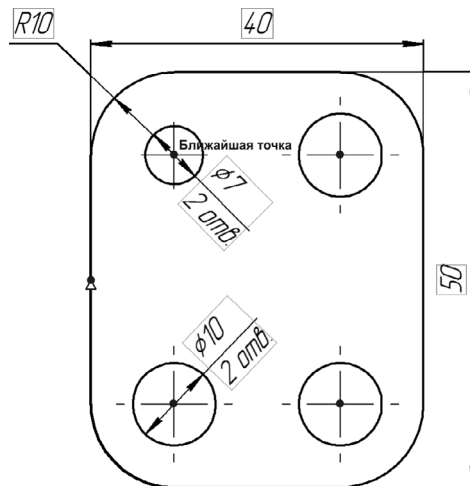

Рис. 62.53.
16. Проставьте диаметральные размеры для левых окружностей и задайте их точные значения (рис. 62.53).